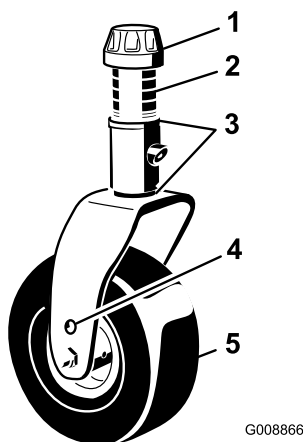

Figura 85
1. Togliete il cappuccio di tensione dall'asse del perno ed estraete il perno dal braccio della ruota orientabile (Figura 85).